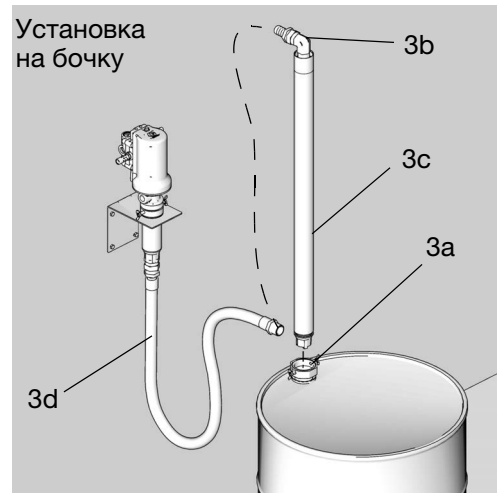

Рис. 7
2. Установите насос (1) в переходник втулки (1а).
3. Зафиксируйте насос (1) на месте, затянув винты (1b) переходника втулки с прокладками.
**ПРИМЕЧАНИЕ:** Все детали: 3а–3d, указанные в пунктах 5 и 6, входят в состав комплекта всасывающего шланга (3). См. **Детали комплекта шлангов для материала (2)**, стр. 48.
5. Вверните переходник втулки (3а) в отверстие на крышке бочки или транспортировочного контейнера. Надежно затяните вручную (Рис. 7).
6. Подсоедините фитинг шарнирного соединения (3b) к всасывающей трубке (3с), затем вставьте всасывающую трубку в переходник втулки (3а), установленный в крышку бочки или транспортировочного контейнера. Подсоедините один конец всасывающего шланга (3d) к впускному отверстию насоса, а другой конец — к поворотному фитингу (3b) (Рис. 7).